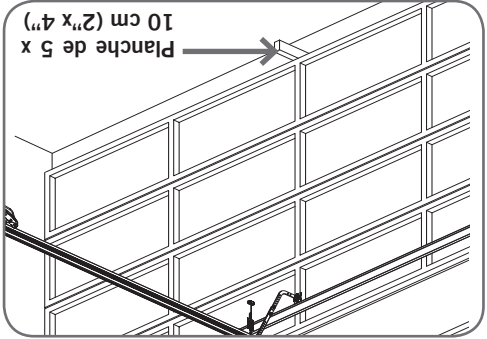

Fig. 6.5.2
- Placez un objet d'environ 40 mm (1-1/2") de hauteur (ou une planche de 2 x 4" à plat) sur la porte, en dessous du centre de l'ouverture (Fig.6.5.2).